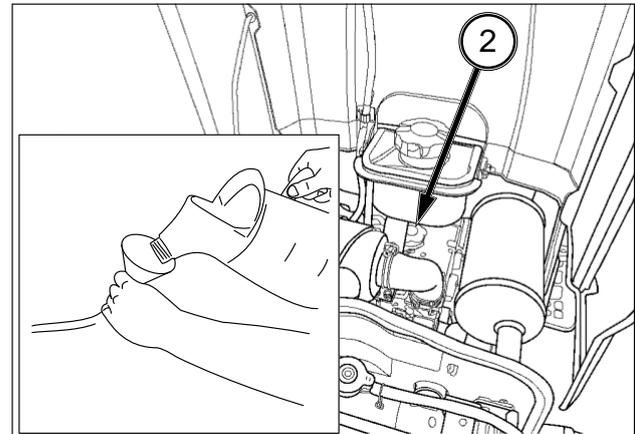

FIG. 91
FIG. 91: Para añadir aceite, abra el capó del motor y retire el tapón de llenado (2). Vierta el aceite usando un embudo para no derramarlo. Compruebe que el nivel de aceite se encuentra entre las marcas superior e inferior de la varilla tras haber añadido el aceite.